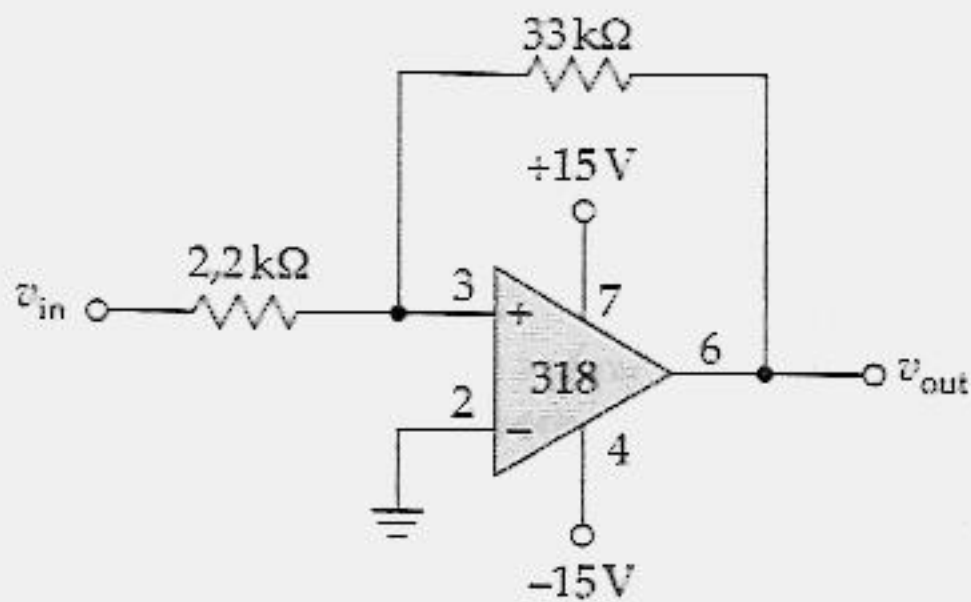

Figura 21.39 Schmitt trigger não-inversor com tensão central de zero.
- 21.10 Quais são os pontos de comutação e a histerese se $V_{sat} = 13,5\text{ V}$ no circuito da Figura 21.39?
- 21.12 A tensão de ruído na entrada do circuito da Figura 21.39 pode ser tão grande como 1 V de pico a pico. Sugira uma ou mais alterações que tornem o circuito imune a essa tensão de ruído.